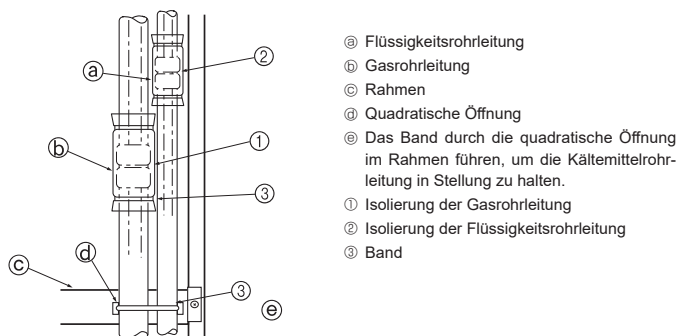

Fig. 4-5
- Beim Zusammenbau die Aufhängungen ③ des Luftausgitters in die Löcher in den Seiten der Platte einhaken.
Die konischen Verbindungen ① und ② der Gas- und Kältemittelrohrleitungen vollständig isolieren. Wenn ein Teil der Verbindungen freiliegt, kann Kondenswasser heruntertropfen. (Fig. 4-5)
- Die Isolierung ① der Gasrohrleitung und die Isolierung ② der Flüssigkeitsrohrleitung an beiden Enden befestigen, so daß sie nicht verrutschen und sie aneinander ausrichten.
- Nach Anbringung der Isolierung mit einem Band ③ die Kältemittelrohrleitung am Rahmen (unterhalb des Rohrverbindungsereichs) befestigen. Dies verhindert, daß die Kältemittelrohrleitung sich vom Rahmen abhebt. (Wenn sich die Kältemittelrohrleitung vom Rahmen abhebt, kann das Gitter nicht angebracht werden.)